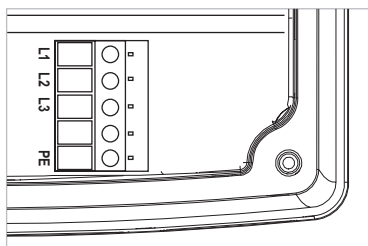

fig. 21: Nätanslutningsplintar
- Nätanslutningsplintar (fig. 21)